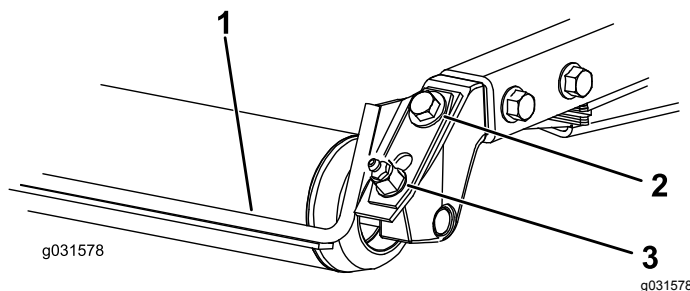

Figure 10
- Desserrez le graisseur et la vis de fixation (Figure 10).